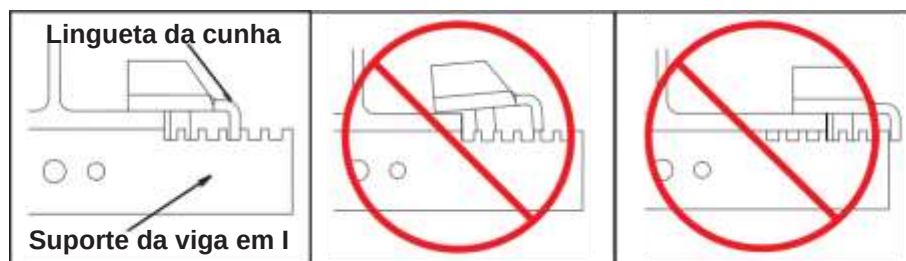

Figura 3-20
Etapa 5. Deslize as linguetas da cunha na direção da alma da viga até que os dois (2) parafusos de cabeça sextavada M12 x 100 mm toquem os lados do flange da viga em I. Consulte a Figura 3-20.